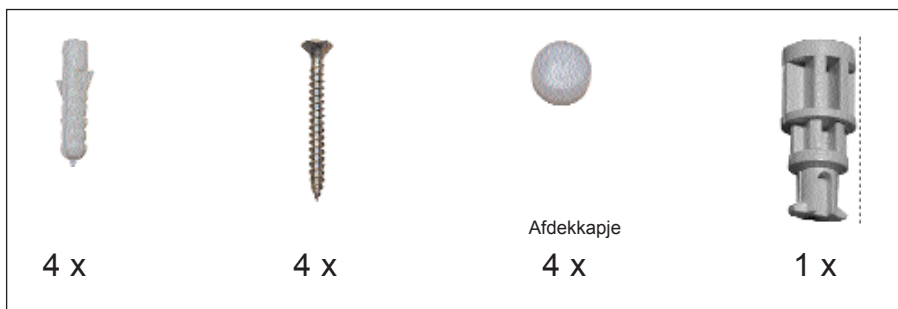

fig. 6
1. Controleer het met de centrale meegeleverde materiaal. (fig. 6)